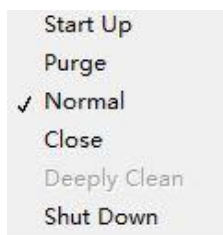

图 2-17 鞘液流的设置
- 1) 鞘液流的下拉框包括六个选项，如图 2-17 所示：